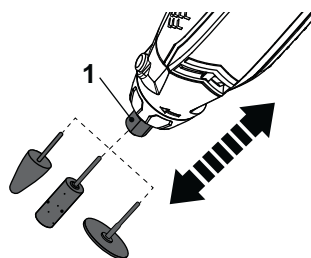

Fig. 6
- > Tirez l'embout du mandrin [1] et insérez-en un nouveau comme requis (Fig. 6).